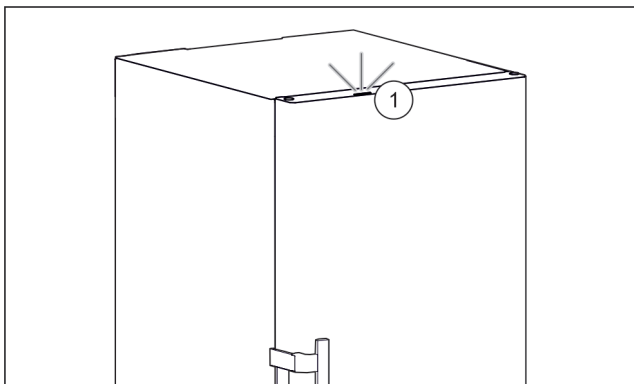

Fig. 41 Активна светлина за състояние при затворена врата
- Светлината за състояние Fig. 41 (1) е активирана.